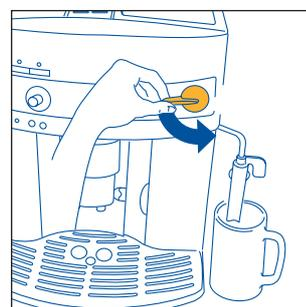
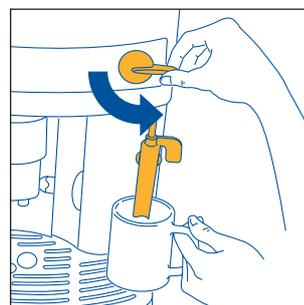
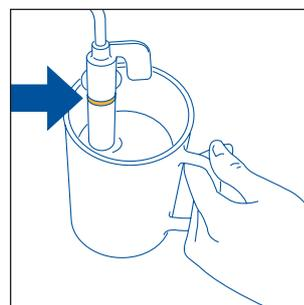

Fig.5
Fig.23
Fig.24
3. **INMEDIATAMENTE DESPUÉS, ANTES DE TRANSCURRIDOS 30 SEGUNDOS** gire el mando de vapor media vuelta hacia la izquierda hasta el tope (fig.5) (es normal que la máquina haga ruido).
- Gire el mando vapor media vuelta hacia la izquierda hasta el fondo (fig. 5): el agua caliente saldrá por el emulsionador y empezará a llenar el recipiente de abajo.
- **Inmediatamente después, antes de transcurridos dos minutos como máximo** (en caso contrario la máquina vuelve automáticamente a la función café), sumerja el emulsificador en el recipiente de la leche (fig. 23) procurando no superar la línea marcada en el emulsificador (indicado por la flecha de la fig. 24). Gire el mando vapor media vuelta hacia la izquierda hasta el tope (fig. 5). (Tenga cuidado en no quemarse). Del emulsificador saldrá vapor que le dará un aspecto cremoso a la leche y aumentará su volumen. Para formar una espuma más cremosa, sumerja en la leche el emulsificador y gire el recipiente con movimientos lentos de abajo hacia arriba. (Se aconseja no erogar vapor durante más de 2 minutos seguidos).
- Haga salir un poco de agua o vapor durante algunos segundos girando el mando de vapor hacia la izquierda hasta el tope (fig. 5). Con esta operación, el tubo de vapor descarga la leche que pueda haber quedado en su interior. **IMPORTANTE:** por razones de higiene se aconseja realizar esta operación para que la leche no se deposite en los circuitos internos del emulsionador.